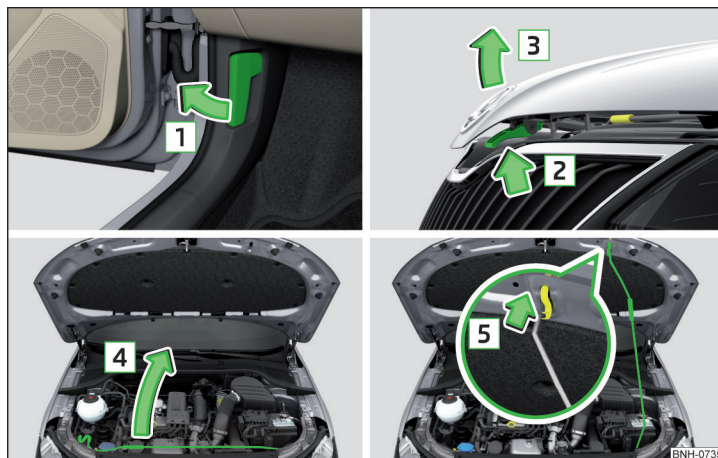

Fig. 224 Abrir el capó
- Abra la puerta delantera y tire de la palanca de desbloqueo ubicada debajo del tablero de instrumentos en el sentido de la flecha [1] » fig. 224.